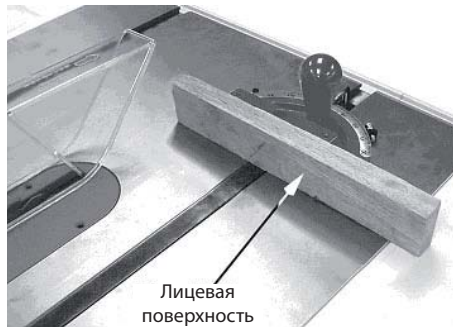

Рис. 27
- Для підвищення безпеки під час поперечного розпилу неправильних за формою дерев'яних заготовок (Рис. 27) прикладіть її до кутового вимірювача, використовуючи отвори вимірювача.